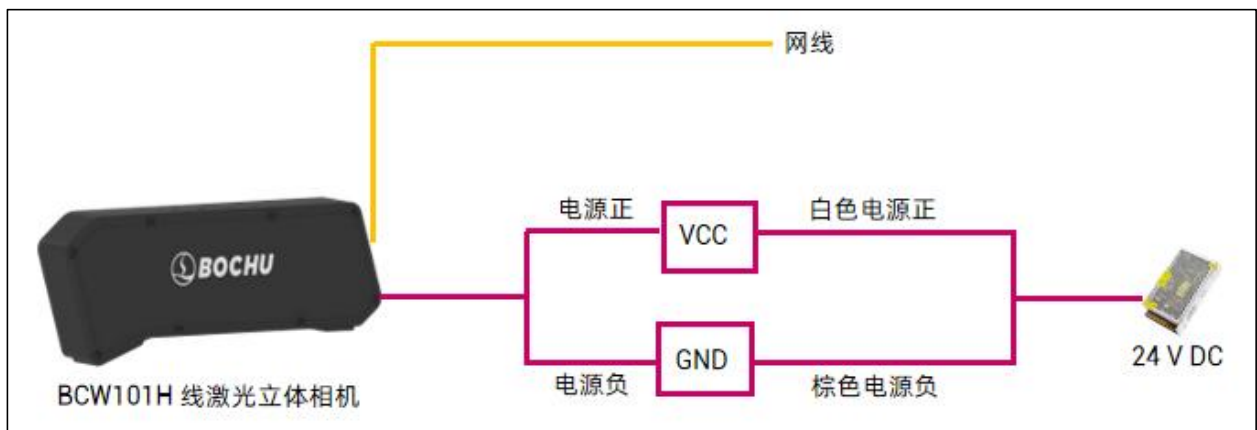
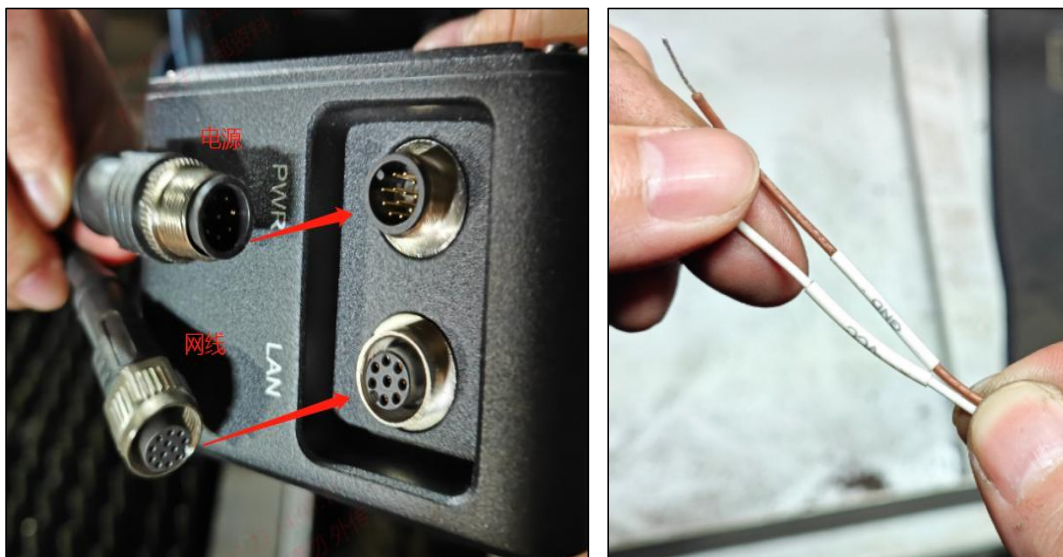

图 2-4 BCW101H 线激光立体相机电源接线示意图
图 2-5 BCW101H 线激光立体相机电源接线实物示意图
- 高柔性拖链电源线：一端连接线激光立体相机，另一端需连接 24 V 电源开关盒。电源线的棕色线应连接到 24 V 电源的 V-端，白色线连接到 24 V 电源的 V+端，如图 2-4 和图 2-5 所示。